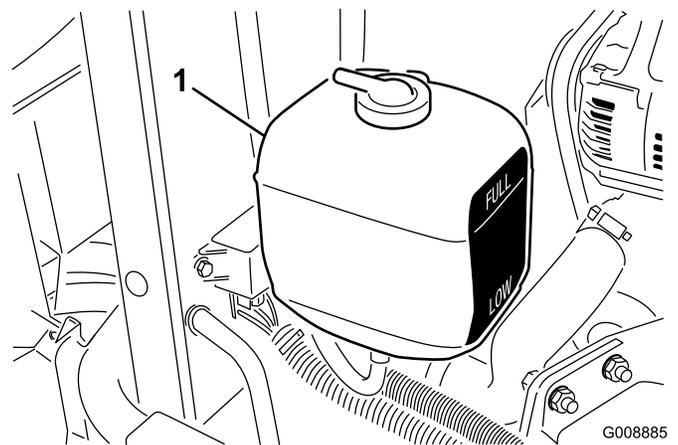

Bild 23
1. Prüfen Sie den Kühlmittelstand im Ausdehnungstank (Bild 23). Bei einem kalten Motor muss der Füllstand ungefähr auf halber Höhe zwischen den beiden Markierungen stehen.